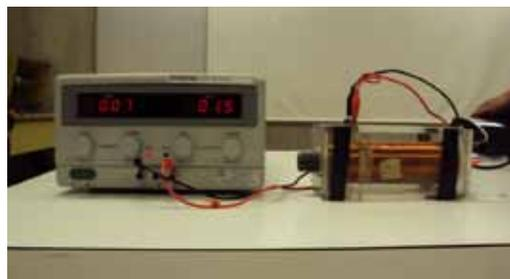

Figura 8.7 Electroimán
- g) Conecte la fuente de poder al solenoide como se muestra en la figura 8.7 y ajuste el voltaje hasta tener una corriente de 1.5A. A continuación coloque una hoja de papel sobre el solenoide con núcleo de hierro estando éste en posición horizontal y rocíe limadura de hierro.